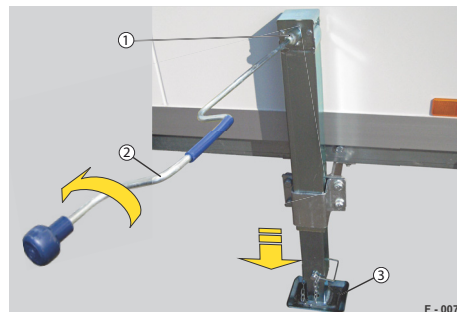

Abb. 30 Teleskopkurbelstütze herunterkurbeln
- Kurbel (Abb. 30/2) auf den Kurbelansatz (Abb. 30/1) stecken.
- Kurbeln, bis der Stellfuß (Abb. 30/3) den Untergrund erreicht.